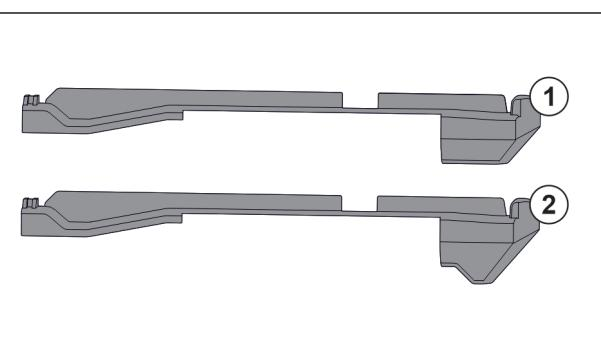

Fig. 74 Порівняння вставних частин
У пристрій є дві різні вставні частини. Вставна частина над самим нижнім висувним ящиком Fig. 74 (2) має трикутний край. Всі інші вставні частини Fig. 74 (1) мають прямий край.
- Розмістити вставну частину Fig. 74 (2) з трикутним краєм над самим нижнім висувним ящиком.
- Розмістити вставну частину Fig. 74 (1) з прямим краєм у всіх інших місцях.